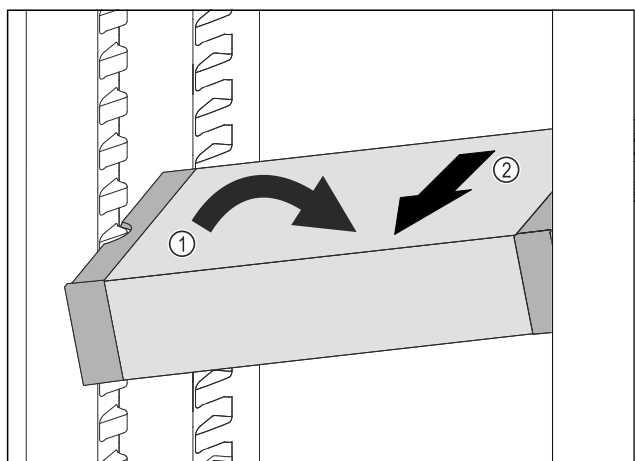

Fig. 201
- VarioSafe postavte v chladničce šikmo. Fig. 201 (1)
- VarioSafe odeberte směrem dopředu. Fig. 201 (2)